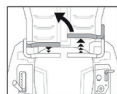

FIG.15B
2. TO TURN TO THE LEFT, MOVE THE LEFT DRIVE CONTROL LEVER BACK TO THE RIGHT LEVER. (FIG.15B)